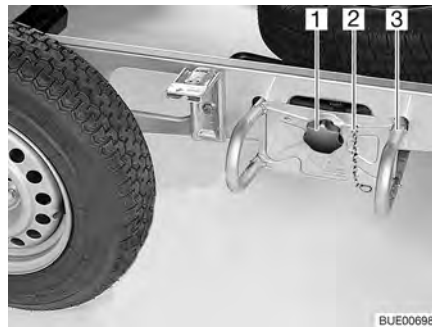

Fig. 221 Supporto per la ruota di scorta
- Sganciare la catena di sicurezza (Fig. 221,2).
- Svitare la manopola (Fig. 221,1) ed estrarla.
- Sfilare il supporto per la ruota di scorta (Fig. 221,3) di ca. 10 cm e riporlo a terra.